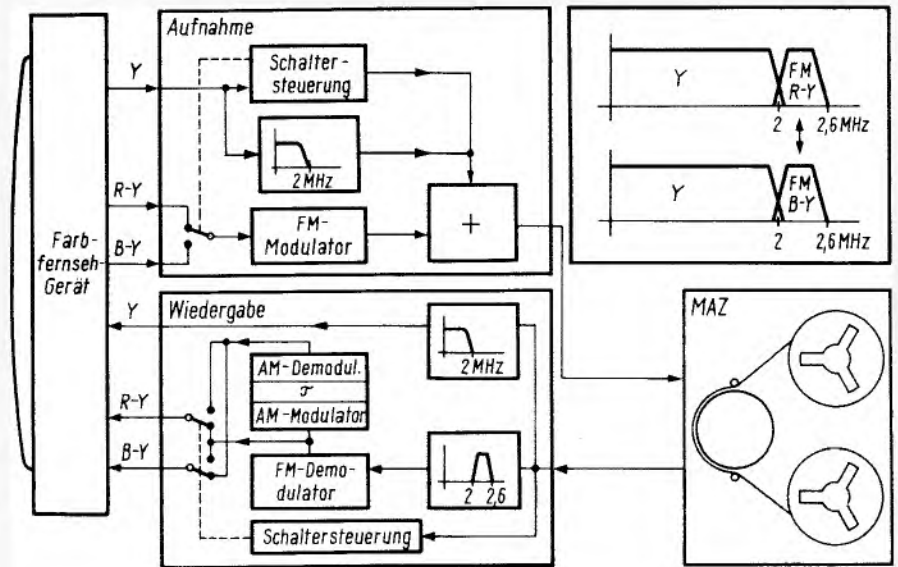

Bild 5. Prinzip einer Variante zu Bild 4. $Y + (R-Y) \leftrightarrow Y + (B-Y)$
1. Die Farbdifferenzsignale liegen oberhalb der höchsten Luminanzfrequenz. Bild 5 zeigt ein derartiges Verfahren. Bei der Aufnahme wird das Y-Signal über einen Tiefpaß mit 2 MHz Grenzfrequenz direkt auf das Bildbandgerät gegeben. Die Farbdifferenzsignale werden mittels eines elektronischen Schalters zeilenweise auf einen FM-Modulator gegeben, in den Bereich von etwa 2 MHz bis 2,6 MHz umgesetzt und über einen Adapter dem Y-Signal zugeetzt. Bei der Wiedergabe filtert man aus dem Signalgemisch des Bildbandgerätes zunächst in einem Tiefpaß von etwa 2 MHz Grenzfrequenz das Y-Signal wieder heraus und selektiert die Chrominanzinformation mit einem Bandpaß von 2 MHz bis 2,6 MHz. Im Anschluß an diesen Bandpaß erfolgt die FM-Demodulation. Die demodulierten Farbdifferenzsignale werden dann einmal direkt und einmal über eine Verzögerungsleitung τ auf einen elektronischen Umschalter gegeben, der durch eine synchronlaufende Steuerschaltung mit Kennimpulsen so gesteuert wird, daß bei Eintreffen eines (R-Y)-Signales das Signal auch tatsächlich an den (R-Y)-Anschluß des Fernsehempfängers gelangt. Das gleiche gilt für das (B-Y)-Signal. Auf diese Weise kommen neben den unverzögerten Y-Signalen teilweise verzögerte (R-Y)- bzw. (B-Y)-Signale simultan mit dem Y-Signal auf den Fernsehempfänger.